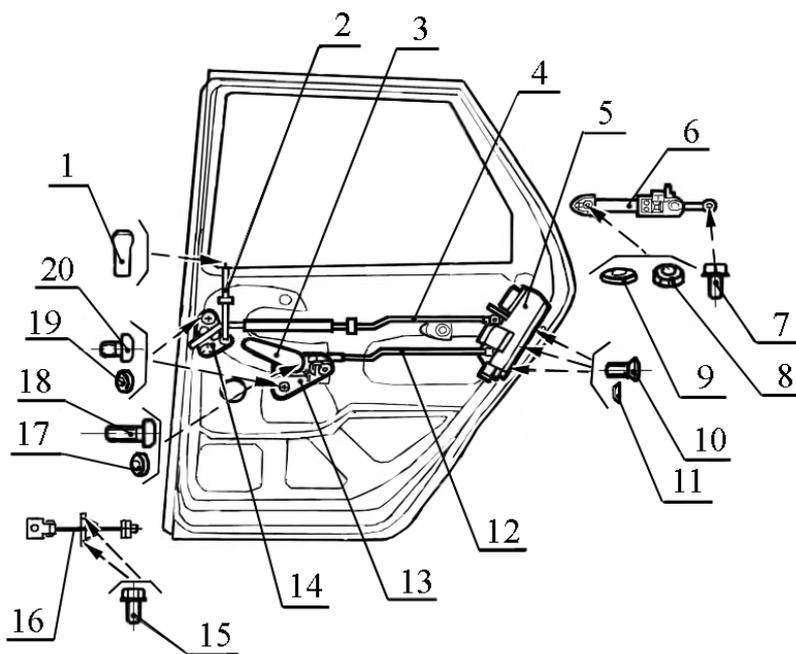

Рис.9. Арматура задней двери:
- 4.3 Вывернуть кнопку 1, рис.9, выключения замка двери (отвертка крестообразная).
4.18 Снять скобу крепления тяги 2, рис.9, кнопки привода выключения замка задней двери (отвертка плоская).